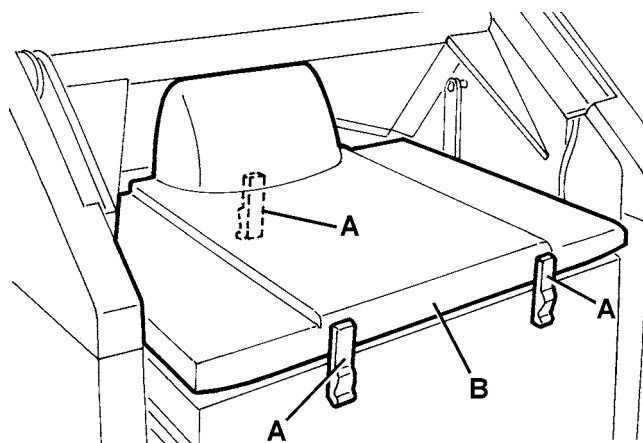

Abbildung 12
1. Die Maschine auf einen flachen Boden stellen und die Feststellbremse mittels des Pedals (76) und des Hebels (69) betätigen.
2. Den Zündschlüssel (68) auf „0“ drehen.
3. Die Haube (22) öffnen und durch die Stützstange (37) halten.
4. Den Stecker (25) der Batterien trennen.
5. Die Befestiger (A, Abb. 12) lösen und den Staubfilterdeckel (B) entfernen.